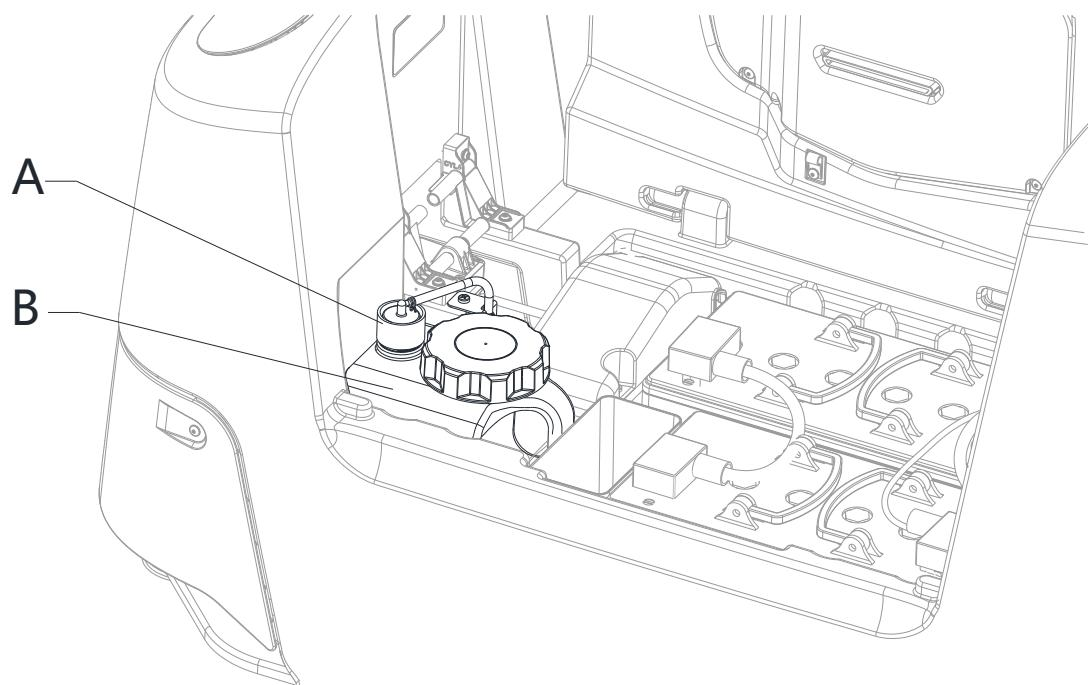

Abb. 18
3. Deckel (2) anheben und überprüfen, ob der Schmutzwassertank (3) leer ist. Gegebenenfalls durch das Ablaurohr (18) entleeren.
4. Deckel (2) schließen.
5. Tank (3) vorsichtig mit dem Griff (6) anheben.
6. Die Kappe (A, Abb. 18) vom Reinigungsmitteltank (B) abschrauben.
7. Den Reinigungsmitteltank (B) entfernen.
9. Den Reinigungsmitteltank (B) wie in der Abbildung gezeigt wieder einsetzen, dann Stopfen (A) wieder anschrauben.